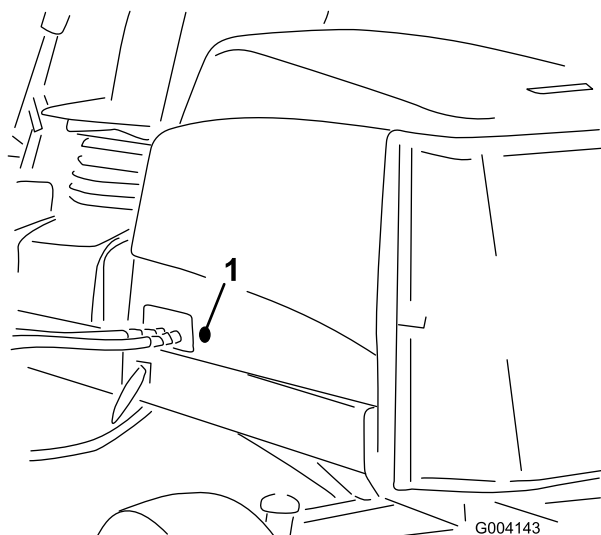

Figura 16
2. Togliete l'anello passacavi in gomma dal foro nel lato sinistro del cofano (Figura 16).